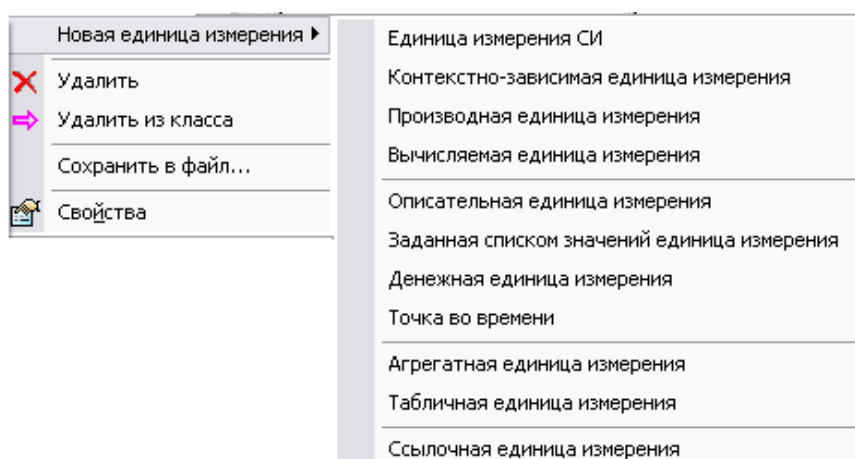

Рис. 67
2. Щелкните правой кнопкой мыши в правой части окна и в появившемся меню выберите пункт **Новая единица измерения** (Рис. 67).